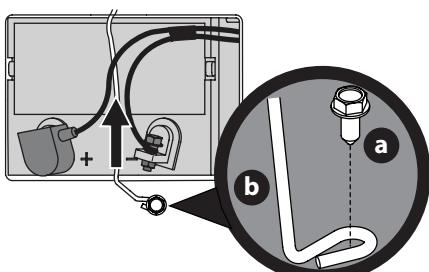

Figure 15
3. Retirez la vis à bride hexagonale (a) fixant le support de fixation de la batterie (b) au châssis. Relévez ensuite le support de fixation de la batterie (b) pour dégager la batterie (Figure 15).